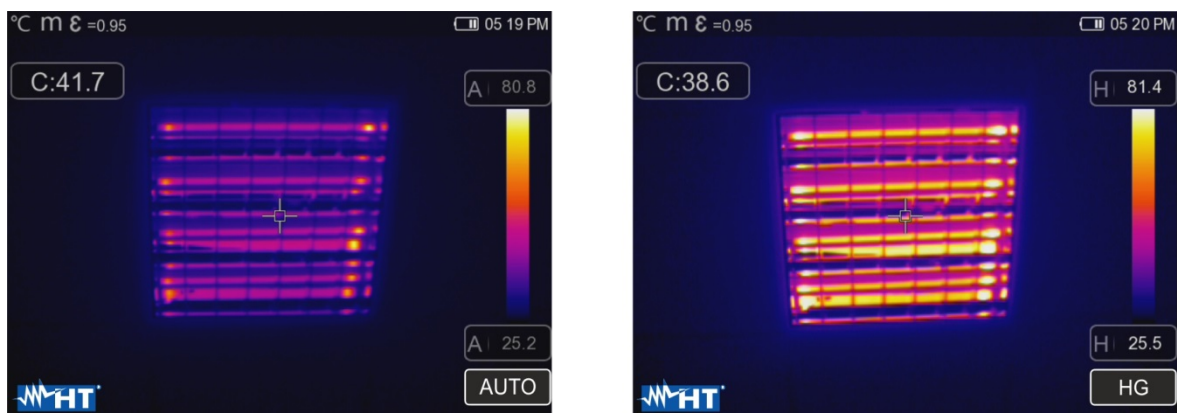

Fig. 42: Réglage des modes Automatique et Histogramme
- Mode **Histogramme (HG)** → les niveaux de température minimum et maximum de l'objet affiché sont toujours définis automatiquement, comme en mode Auto, par l'instrument, mais dans ce cas les zones de l'image où les valeurs de température sont très différentes de celles des zones adjacentes sont particulièrement mises en évidence. La relation entre la température et la couleur de la palette est **non linéaire** selon un algorithme d'histogramme. Ce mode met l'accent sur l'affichage des images dans des environnements de travail très sombres
1. Appuyez sur la touche  ou touchez l'icône « AUTO » dans la partie inférieure droite de l'écran. Les pages-écrans Fig. 42 montrent les sélections des modes « AUTO » et « HG »